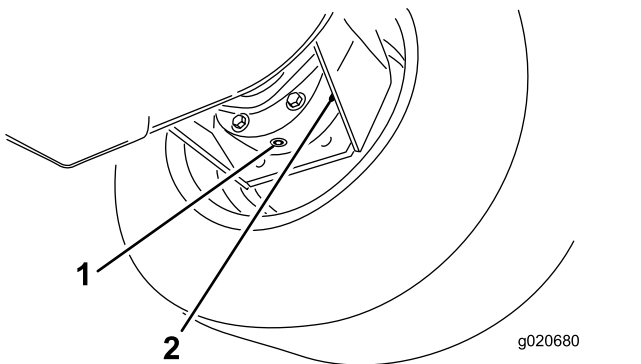

Bild 84
3. Stellen Sie eine Auffangwanne unter das Bremsgehäuse, entfernen Sie die Ablassschraube und lassen das Öl ablaufen (**Bild 84**).